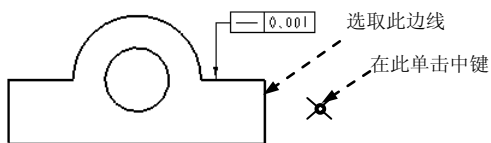
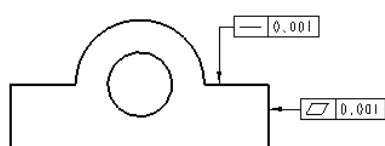

图 5.6.9 定义公差参照 (二)
图 5.6.10 标注“平面度”
- ☒ **RFS (有标志符)**: 表示忽略材料尺寸状态, 且在公差值所在框格内显示符号 $\textcircled{S}$, 如图 5.6.9 所示。
Step3. 定义公差参照。在 **参照** 区域的 **类型** 下拉列表选取 **曲面** 选项, 选取图 5.6.10 所示曲面为公差参照。
(1) 在对话框中 **放置** 区域的 **类型** 下拉列表选取 **法向引线** 选项, 在弹出的 **LEADER TYPE (引线类型)** 菜单中选择 **Arrow Head (箭头)** 命令。
(2) 在系统 $\rightarrow$ 选取多边, 尺寸界线, 基准点, 多个轴线, 曲线 或 顶点. 的提示下, 选取图 5.6.9 所示面的边线为放置位置参照。
(3) 在图 5.6.9 所示的位置单击中键，放置“平面度”公差符号。
Step6. 单击对话框中的 **确定** 按钮，完成“平面度”的标注，结果如图 5.6.10 所示。